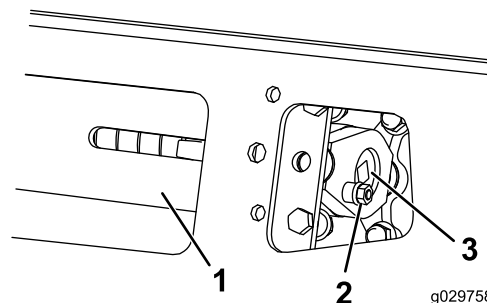

Bild 59
3. Entfernen Sie die Befestigungsschraube, Distanzstück und Mutter (Bild 59).
5. Fluchten Sie die am nächsten liegende Kerbe in der Spannschraube mit dem Loch der Befestigungsschraube aus und befestigen Sie die Schraube mit der Befestigungsschraube und Mutter (Bild 59).
4. Entfernen Sie die Befestigungsschraube und Mutter (**Bild 59**).
5. Lösen Sie die Antriebsspannung mit einer Ratsche (½"), indem Sie die Spannschraube nach rechts drehen (**Bild 59** und **Bild 65**).